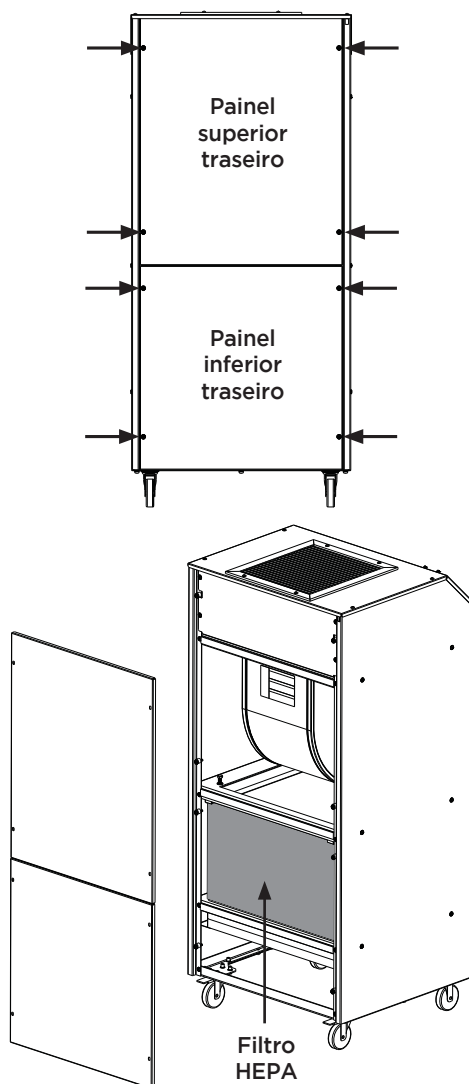

Fig. 8 - Retirada dos painéis traseiros
3. Com uma chave Phillips ou parafusadeira, retire os quatro parafusos que fixam o painel inferior traseiro (mesmo procedimento para retirada do filtro G4 - Fig. 7), em seguida retire os quatro parafusos que fixam o painel superior traseiro, liberando acesso à parte interna da unidade (Fig.8).